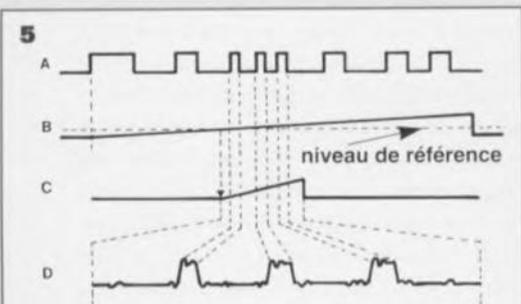

Figure 5 - La sélection, comme par une loupe, de la partie intéressante d'un phénomène est aussi permise à l'aide d'une base de temps retardée.
Les oscilloscopes les plus élaborés (les plus chers évidemment) offrent encore la possibilité d'un *delayed sweep* qui n'est pas un balayage "décalé" mais un balayage "secondaire" retardé. Ces appareils proposent deux bases de temps, dites respectivement, "générateur retardant" pour la première et "générateur retardé" pour la seconde. Le principe, simple, est illustré sur la figure 5. La première base de temps est déclenchée sur l'impulsion fabriquée à partir du signal présent à l'entrée et s'arrête après un intervalle de temps, qui correspond à un certain niveau de tension, réglé à l'aide de la commande *division-delay*. Elle ne provoque pas de balayage. En mode *Auto* le second générateur se déclenche à ce moment-là, et commande le balayage. Dans l'autre mode (souvent appelé *arming*), c'est l'impulsion suivant l'avortement provoqué de la fin de la première dent de scie qui déclenche ce balayage : la première base de temps "arme" la seconde.
À quoi sert-ce ? Supposons, comme le représente la figure 5, que d'un train d'impulsions qui se répète, la figure n'en représente qu'une période, nous désirions en observer quelques unes en détail. Le flanc ascendant de la première impulsion déclenche la base de temps principale (B) mais non le balayage : l'écran reste vide pendant un délai réglé avec une excellente précision à l'aide de la commande *division-delay*. Le signal en provenance de la base de temps principale est appliqué à une entrée d'un comparateur. L'autre entrée du comparateur voit une tension de référence dont le niveau peut varier en fonction des besoins. C'est lorsque la dent de scie de la base de temps principale atteint ce niveau que la base de temps secondaire (C) peut se déclencher. Appliquée à l'entrée de l'amplificateur de déviation horizontale, elle permet le balayage de l'écran et l'apparition de la trace qui correspond, si le réglage est bien fait, à l'aide d'un potentiomètre multitour associé à un vernier le plus souvent, aux trois impul-